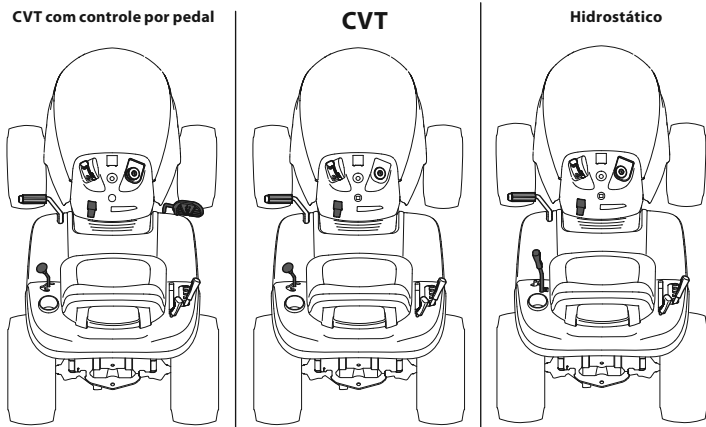

Figura 1
**Nota:** Todas as referências deste manual, seja para o lado direito ou esquerdo e dianteira ou traseira do trator, se aplicam da perspectiva do operador. Exceções, se houver, serão especificadas. Consulte a Figura 1 para encontrar o tipo de transmissão que corresponde ao seu trator; Controle pelo pé CVT (Transmissão Variável Contínua) ou CVT, ou Hidrostática.